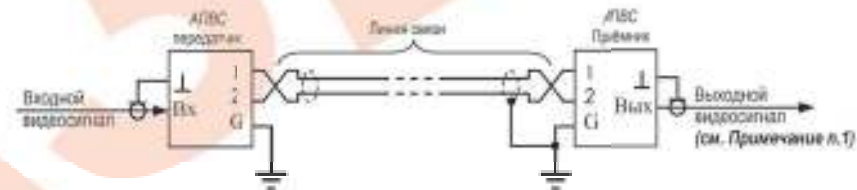

Рис.2 Схема включения АПВС-3М с заземлением и передатчика и приёмника
4. Варианты включения АПВС-3М показаны на рис.2 и 3.